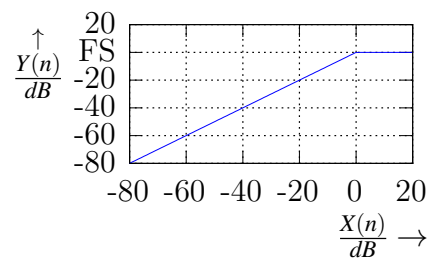

Bild 1: Kennlinie des Clippers
Die Klangregelung arbeitet mit einer Wortbreite $N_w = 16$ bit. Somit ergibt sich für Full scale $FS = 2^{15} - 1 = 32767$. Der Clipper vergleicht diesen Wert mit dem Betrag des abgetasteten Audiosignals und entscheidet nach Gleichung (1) welcher Wert dem Audio-Codec zugeführt wird. Daraus ergibt sich die im Bild 1 zu sehende Kennlinie für den Clipper.